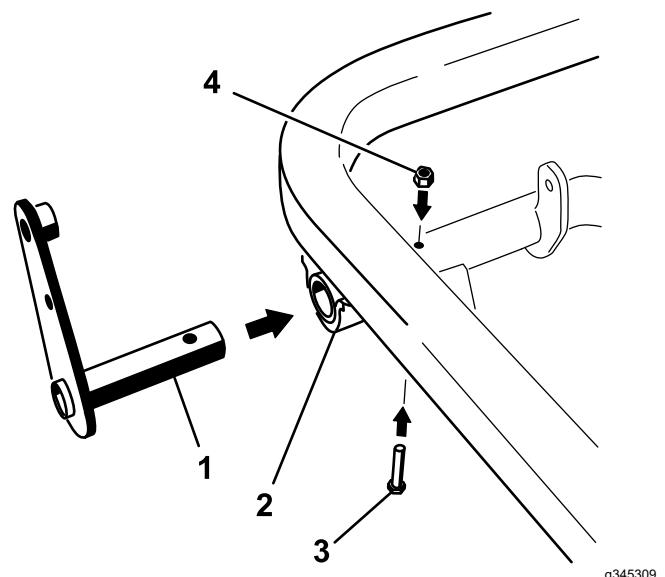

Figura 13
1. Infilate la colonnetta che sporge dal gruppo leva all'interno dell'estremità sinistra del tubo orientabile e, passando attraverso il tubo orientabile, fissatela mediante un bullone (5/16" x 2") e un dado di bloccaggio (5/16") (Figura 13).